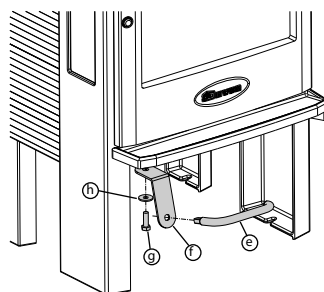

Fig. 6 Montering av kaldhåndtak
7. Husk ovnskitt til blindlokk og røykrør. Under monteringen bør overflødig kitt fjernes med en fuktig klut før det tørker. Monter betjeningshåndtaket som vist på fig. 6.